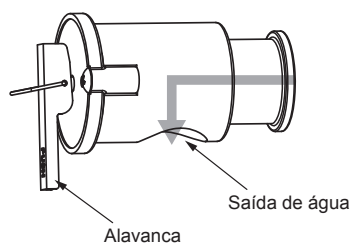

Fig. 4-2
4.4. Peças que requerem inspeção periódica (Fig. 4-2)